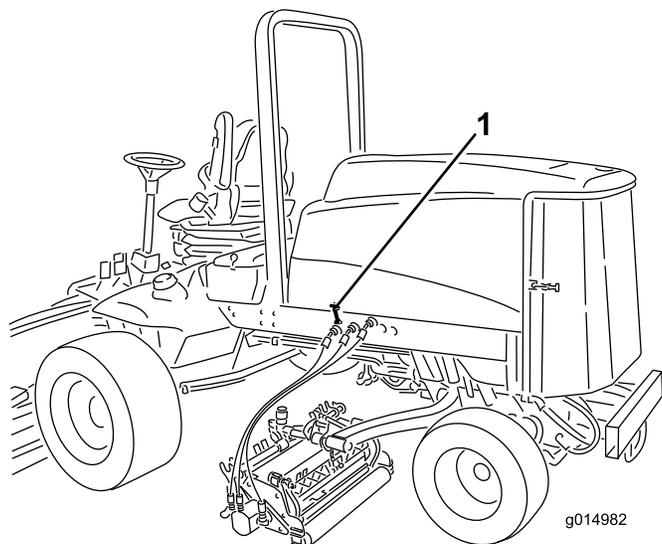

Figure 33
2. Déverrouillez les verrous du capot et ouvrez le capot (Figure 33).